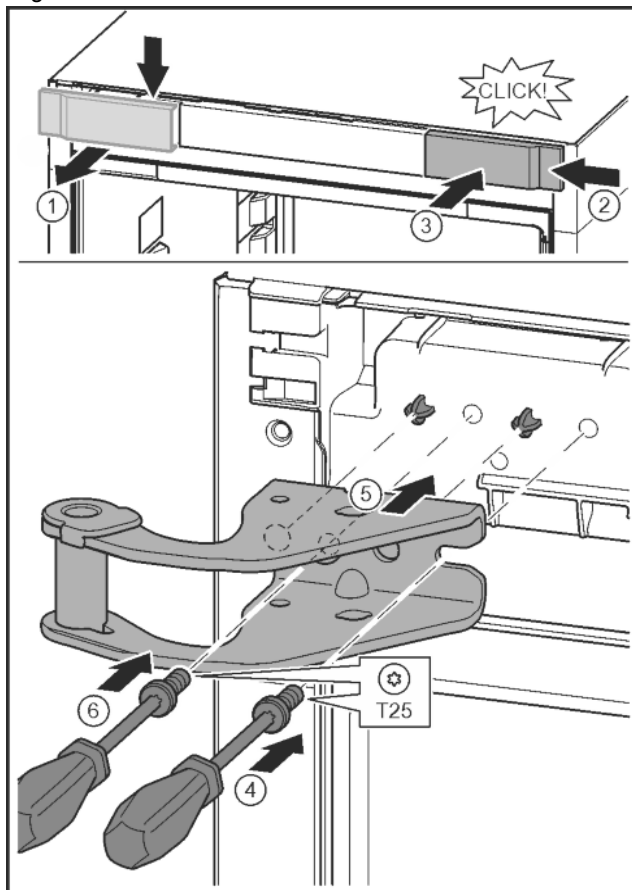

Fig. 11
- ▶ Abdeckung lösen und seitlich abnehmen. Fig. 11 (1)
- ▶ Abdeckung um 180° gedreht auf der anderen Seite von rechts einhängen. Fig. 11 (2)
- ▶ Abdeckung einrasten. Fig. 11 (3)
- ▶ Schraube mit Schraubendreher T25 ansetzen. Fig. 11 (4)
- ▶ Oberen Lagerbock ansetzen. Fig. 11 (5)
- ▶ Schraube festdrehen. Fig. 11 (4)
- ▶ Schraube mit Schraubendreher T25 einsetzen und festdrehen. Fig. 11 (6)